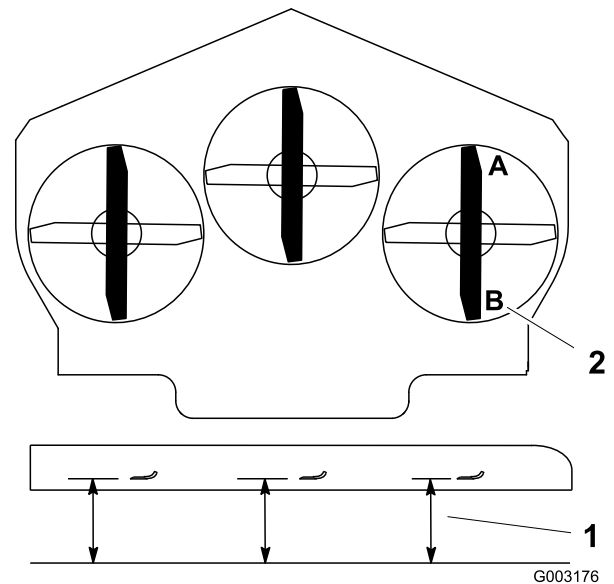

Bild 80
1. Stellen Sie das rechte Schnittmesser in Längsrichtung (Bild 80).
2. Messen Sie das rechte Messer an der Stelle **A** von einer ebenen Oberfläche bis zur Schnittkante der Messer (Bild 80).
4. Messen Sie das rechte Messer an der Stelle **B** von einer ebenen Oberfläche bis zur Schnittkante der Messer (Bild 80).
6. Das Schnittmesser sollte an Stelle **A** 6 mm bis 10 mm niedriger sein als an Stelle **B** (Bild 80). Sollte die Einstellung nicht richtig sein, machen Sie mit den folgenden Schritten weiter.